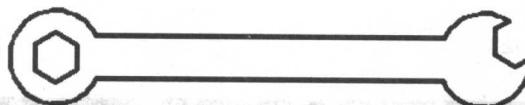

图 1-20
(8) 在状态栏中单击“线宽”按钮，启用线宽显示，在“对象特性”工具栏“线宽”下拉列表框中选取线宽为 0.40，结果为如图 1-20 所示的扳手效果图。